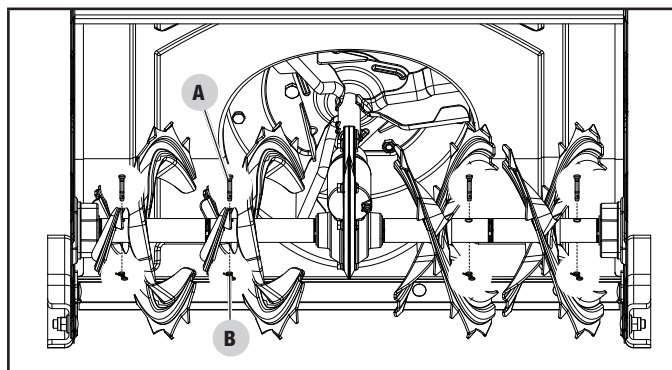

Figure 28A
Le logement de la tarière est illustré à la figure 28A. Les tarières sont fixées à leur entraînement à l'aide de chevilles de cisaillement (A) et d'agrafes (B). Si la vis sans fin heurte un corps étranger ou un embâcle, la souffleuse est conçue de façon à ce que les goupilles de blocage puissent cisailier.